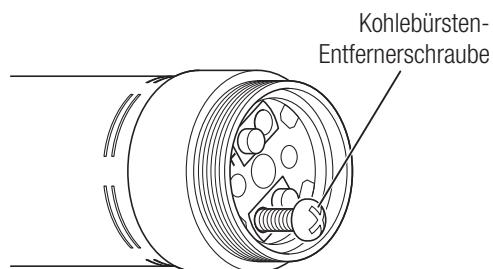

Abb. 13
- 3) Drehen Sie die Kohlebürste-Entfernungserschraube (im Lieferumfang der Ersatzkohlebürste enthalten) mit zwei bis drei Umdrehungen in die Gewindebohrung. Entfernen Sie dann die Kohlebürsten, indem Sie an der Entfernungserschraube ziehen (Abb. 13).